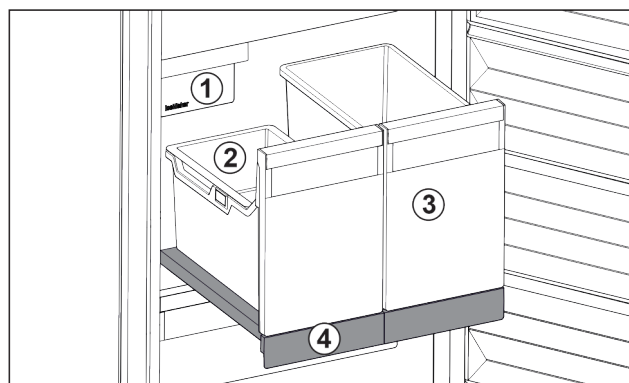

Fig. 122 Raft extractibil cu IceTower
Pe raftul extractibil se află două recipiente înalte (IceTower). În recipientul din Fig. 122 (2) sunt colectate și depozitate cuburile de gheață din IceMaker. Recipientul din Fig. 122 (3) se pretează pentru depozitarea de alimente înalte cum este pizza sau băuturile alcoolice.